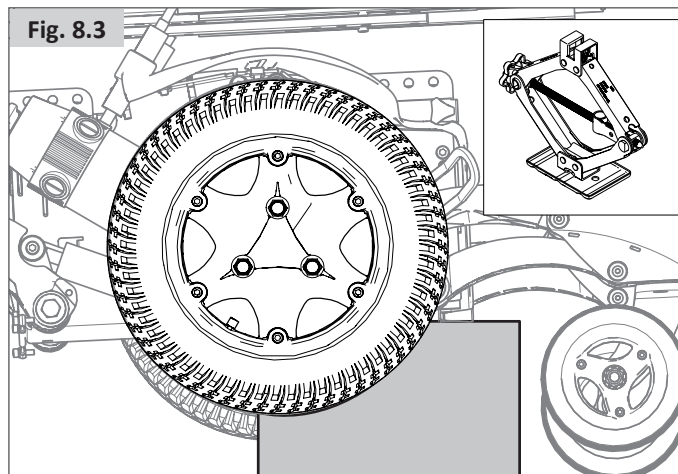

Fig. 8.3
- Til de basis/accubehuizing op en ondersteun deze met blokken, (Fig. 8.3).